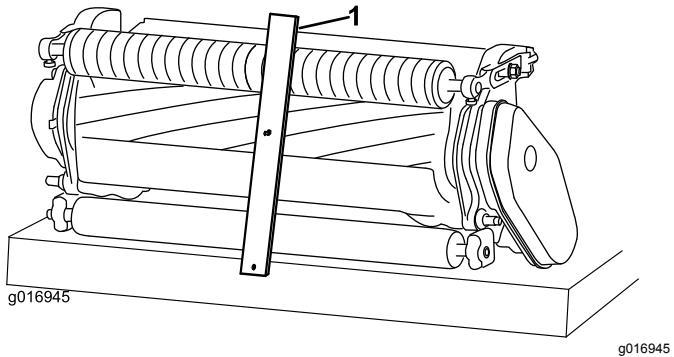

図 15
2. 刈り高ゲージのねじの頭を下刃の先端に引っかけ、バーの後端を後ローラに当てがう図 15。